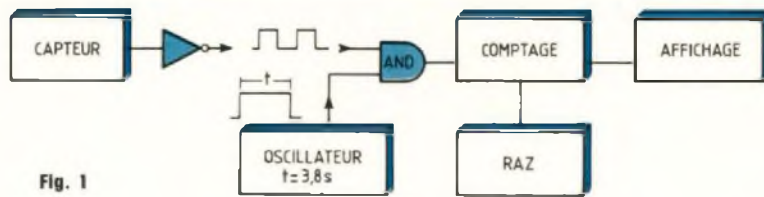

Fig. 1
système de comptage possédant une très grande longévité ainsi qu'une parfaite immunité aux phénomènes extérieurs tels que température et humidité. Nous avons opté pour une détection à capteur à effet Hall. Un aimant polarisé, solidaire de l'axe de rotation du moulinet, passe devant un capteur sensible au flux magnétique. Chaque passage de l'aimant devant le capteur produit en sortie de ce dernier, une impulsion négative (voir figures 1 et 2). Celle-ci est transformée en impulsion positive par une porte inverseuse 4049 (1/6 IC2) et appliquée à l'entrée A d'une porte AND (1/4 IC3). La sortie de cette porte (S) attaque l'entrée horloge d'un compteur-décodeur IC6. Voyons à présent de quelle manière le comptage s'effectue.